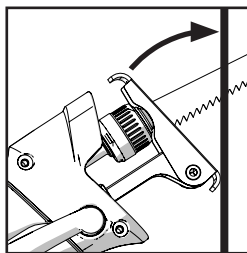

Fig. 10
- Należy trzymać maszynę pod kątem do obrabianego przedmiotu, a dolna krawędź ruchomej stopki powinna mocno przylegać do obrabianej powierzchni. (**Rys. 10**)